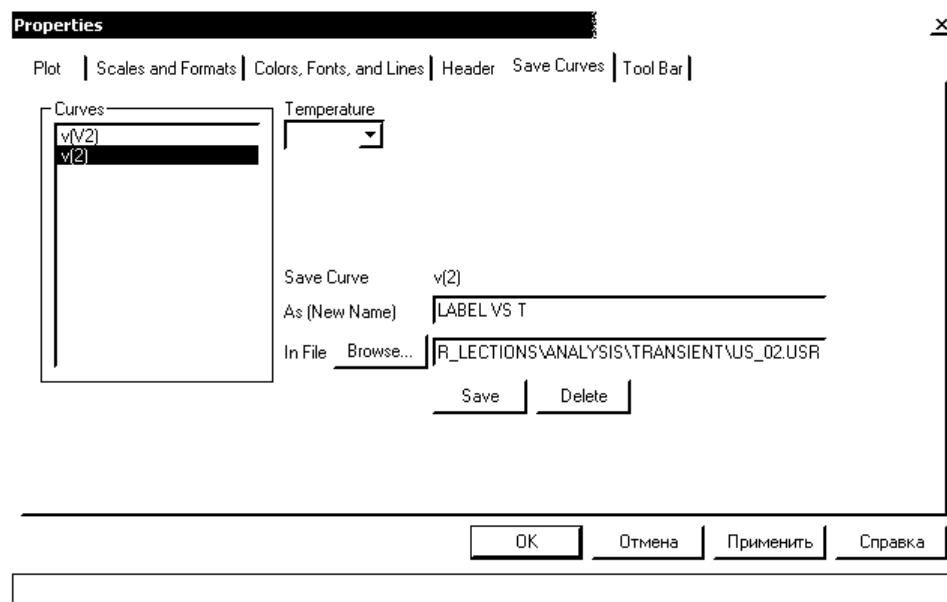

Рис. 4.11. Диалоговое окно Properties (закладка Save Curves)
**Properties** — открытие диалогового окна, имеющего 5 или 6 вкладок: *Plot* — управление выводом графиков на экран и на принтер, *Scales and Formats* — выбор масштабов по осям координат, *Colors, Fonts and Lines* — выбор цвета объектов, параметров шрифта и типа линий, *Header*— нанесение заголовков в выходных числовых данных, *Save Curves* выбор одной или нескольких переменных для сохранения в файлах User Source (рис. 4.11), только в режиме TRANSIENT, *Tool Bar* — нанесение пиктограмм команд на панель инструментов);